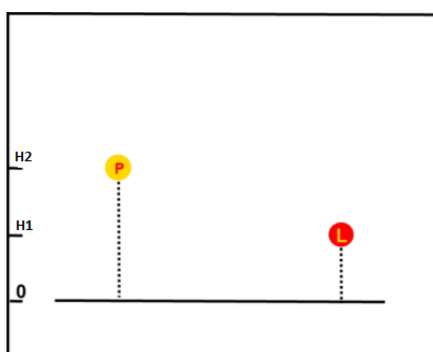

Рис. 71: Пример работы алгоритма составления маршрута посадки на равнину
1. При посадке на равнину: превышения точек 50 м и 70 м для Геоскан 101 (70 м и 90 м для Геоскан 201; 90 м и 100 м для Геоскан 701) (рис. 71). Штатный режим.